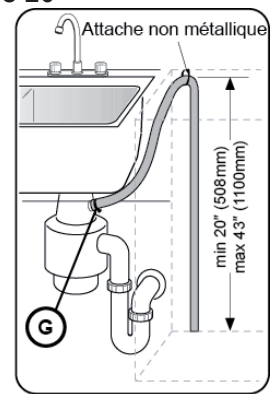

Figure 12
2. Directement sur le raccordement de vidange de lave-vaisselle d'un broyeur de déchets, comme l'indique la **Figure 12**.